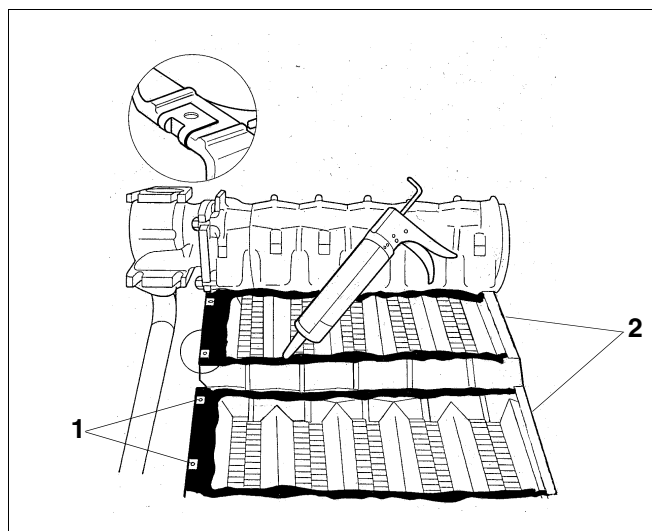

Fig. 31 Appliquer le mastic
- Placer les 4 écrous cages (fig. 31, **pos. 1**) sur les éléments d'extrémité avants (côté raccordement hydraulique).
- Appliquer le mastic livré dans la rainure d'étanchéité (fig. 31).* Afin d'obtenir la bonne épaisseur de mastic (1,5 cm), couper en oblique (à 45° environ) le bec d'injection à 4 cm de l'extrémité. Injecter le mastic par-dessus les écrous en cage.
Le mastic ne peut être appliqué à l'arrière (fig. 31, **pos. 2**) qu'après le positionnement du collecteur de fumées.
- Appliquer du mastic sur le bord arrière (fig.31, **pos.2**)